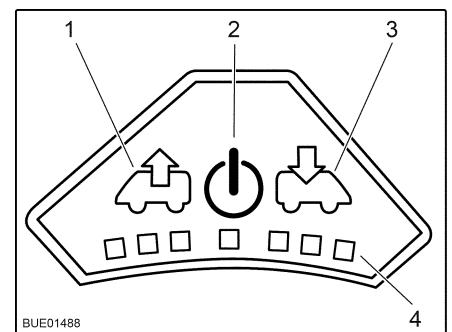

Bild 57 Bedienfeld des Ventilators
- Einschalten:* ■ Taste Ein/Aus (Bild 57,2) drücken. Der Ventilator läuft im Komfortmodus (Entlüften mit niedrigster Ventilator-drehzahl).
- Entlüften:* ■ Um die Ventilator-drehzahl zu erhöhen: Taste Entlüften (Bild 57,1) drücken. Die Ventilator-drehzahl in Entlüftungsrichtung nimmt um eine Stufe zu. LEDs (Bild 57,4) zeigen die Schaltstufen an.
■ Um die Ventilator-drehzahl zu verringern: Taste Belüften (Bild 57,3) drücken. Die Ventilator-drehzahl nimmt um eine Stufe ab.
- Belüften:* ■ Um die Ventilator-drehzahl zu erhöhen: Taste Belüften (Bild 57,3) drücken. Die Ventilator-drehzahl in Belüftungsrichtung nimmt um eine Stufe zu. LEDs (Bild 57,4) zeigen die Schaltstufen an.
■ Um die Ventilator-drehzahl zu verringern: Taste Entlüften (Bild 57,1) drücken. Die Ventilator-drehzahl nimmt um eine Stufe ab.
- Ausschalten:* ■ Taste Ein/Aus (Bild 57,2) drücken. Der Ventilator stoppt, die LEDs erlöschen.